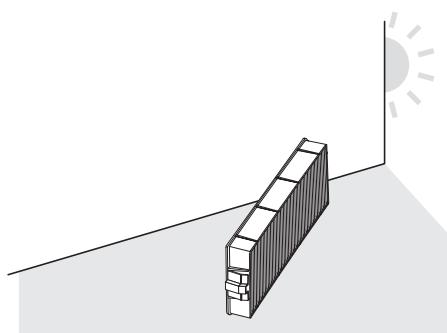

Fig. 2
2) **Asciugare l'unità filtro aria. (Fig. 2)**